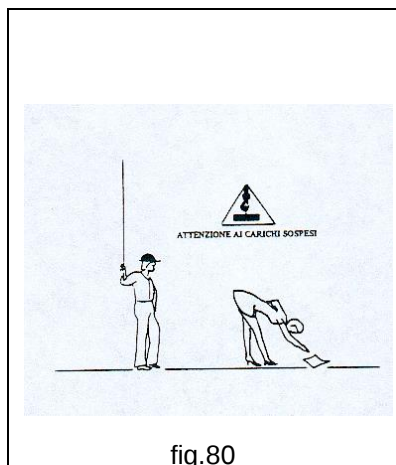

fig.80
- **MAI** operare senza la dovuta attenzione durante il sollevamento, la rotazione e la traslazione (fig.80).